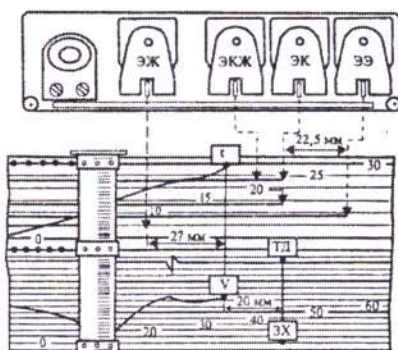
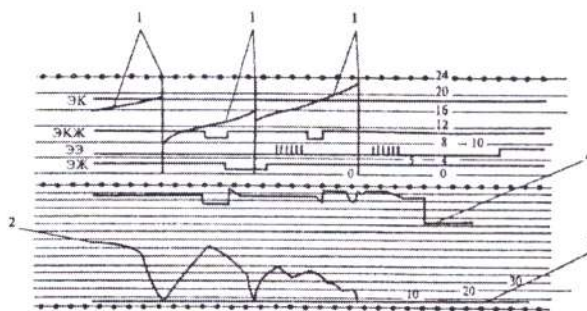

Рис. 1 Расположение писцов скоростемера
Рис. 2 Пример записи параметров на ленте ЗСЛ-2М.
2. Под непосредственным руководством преподавателя ознакомиться с последовательностью включения оборудования АЛСН- КЖД-3 (см. рис. 1) и с порядком действий с кнопками БИ-2 (рис. 2):
Скоростемер ЗСЛ-2М (рис.1; [10], рис. 4.1) является показывающим, сигнализирующим, регистрирующим самопишущим измерительным прибором. Скоростемер показывает: скорость движения от 0 до 150 км/ч (или до 220 км/ч), суточное время в часах и минутах и суммарное количество километров, пройденных локомотивом, а также количество километров, пройденных за сутки, смену, рейс. Для регистрации параметров используется диаграммная лента: на 150 км/ч и на 220 км/ч.
Регистрирующее устройство скоростемера (см. рис. 1) состоит из четырех электромагнитов и восьми писцов, что позволяет регистрировать на скоростемерной ленте восемь соответствующих параметров. На ленте регистрируется:
Линия 1 (рис. 2) на верхнем поле ленты характеризует время движения локомотива в минутах. Через каждые 30 мин писец времени поднимается на 30 мм, после чего падает вниз до нулевой отметки, прочерчивая вертикальную линию. По высоте этой вертикальной линии определяется также время стоянки локомотива. При движении локомотива (лента при этом также перемещается) запись времени в минутах происходит по наклонной линии, угол наклона которой зависит от скорости движения. Время в часах регистрируется точечными наколами «ч» на расстоянии 6 мм влево от каждого второго вертикального получасового спала писца времени. Расстояние по вертикали между часовыми наколами составляет 1,25 мм. Фиксация огней локомотивного светофора («Ж», «КЖ» и «К») осуществляется смещением вниз на 2,5—2,8 мм соответствующей линии ЭЖ, ЭКЖ или ЭК. Так, прямая линия, например ЭКЖ, свидетельствует об отсутствии на локомотивном светофоре огня «КЖ». Смещение этой линии на 2,5 мм вниз указывает на включение на локомотивном светофоре желтого огня. Обратное смещение этой линии на 2,5 мм вверх говорит о выключении на локомотивном светофоре «КЖ» огня. Включение и выключение ЭПК определяется по вертикальному отклонению писца на линии ЭЭ. Кроме того, на линии ЭЭ в виде небольших вертикальных черточек фиксируется периодическое нажатие РБ. В нижней части ленты в виде кривой «V» (линия 2) регистрируется скорость движения локомотива. Пройденный путь «s» определяется по нижним наколам, соответствующим нулевой линии скорости. Задний ход локомотива фиксируется утолщенной линией «зх» (линия 3). Давление воздуха в ТМ и режим торможения фиксируются линией «тм» (линия 4). При неизменном давлении в ТМ эта линия представляет собой прямую. При снижении давления в ТМ в результате приведения в действие автоматических тормозов линия «тм» смещается вниз. Величина этого смещения зависит от глубины разрядки ТМ. Для расшифровки скоростемерных лент используются специальные шаблоны, линейки и приспособления.
2. Произвести включение оборудования. Включить ЭПК и осуществить ручную протяжку ленты. Проверить четкость линий, оставляемых писцами на ленте, а также запись параметров на ленте ЗСЛ-2М (см. рис. 2).
4. Установить значение скорости «О». Изменить направление движения и повторить действия п. 3. Перемещая писец ТД (см. рис. 1), добиться записи показаний давления.